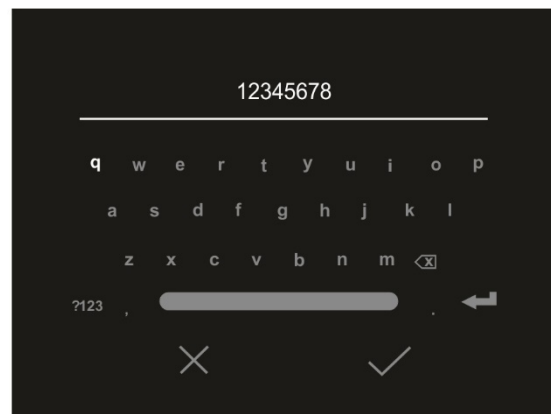

Fig. 18: Definición SSID y Contraseña de la conexión WiFi
3. Toque el texto “SSID” para definir un identificador ID personalizado de la conexión WiFi (por defecto THT500). La pantalla de Fig. 18 – parte izquierda se muestra en el visualizador
5. Toque el texto “Contraseña” para definir la Contraseña personalizada de la conexión WiFi (por defecto “12345678”). La pantalla de Fig. 18 – parte derecha se muestra en el visualizador